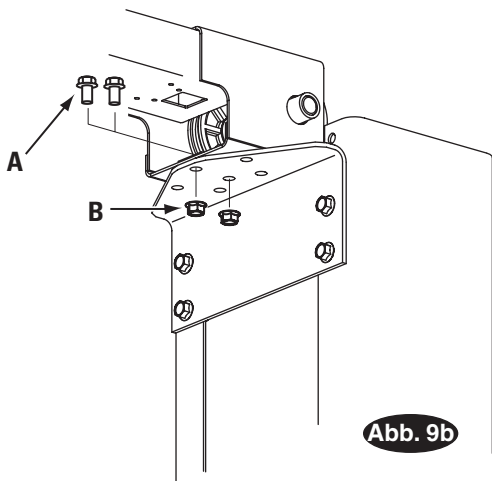

Abb. 9b Detail
9. Overheadeinheit: Mit je einer Leiter an jeder Säule positionieren zwei Personen die Overhead-Baugruppe auf den Säulenhaltungen und ziehen sie mit 3/8"-16NC x 3/4" lg. geflanschte HHCS. (1) Sternfederring auf der Seite der Stromversorgungseinheit, Abb. 9b verwenden. Mittlere Löcher verwenden. Die Schrauben in der Mitte der Overheadbaugruppe anziehen.